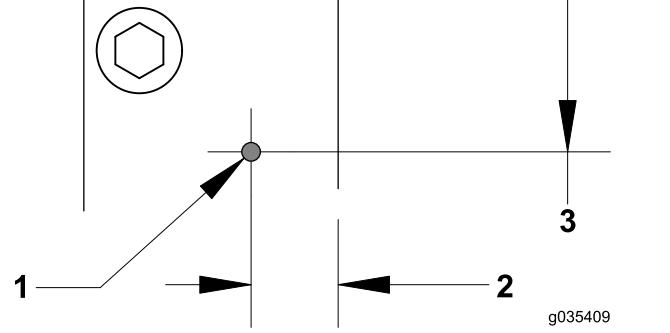

Bild 5
- Ermitteln und bohren Sie das folgende Loch für die Schraubenkappe (Bild 5).